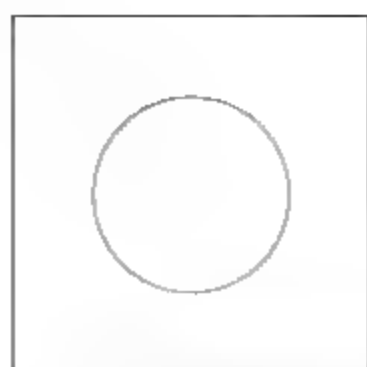

图8-196 绘制圆形
- 调用C【圆】命令，拾取矩形的几何中心为圆的圆心，绘制半径为137的圆形，结果如图8-196所示。